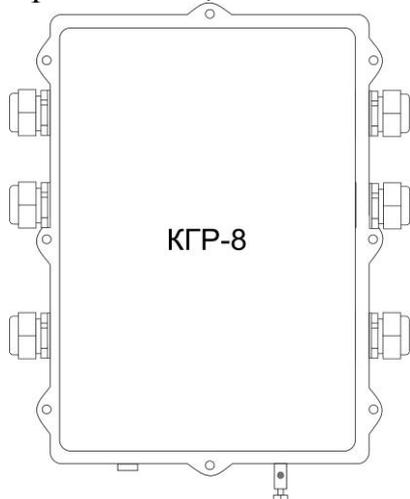
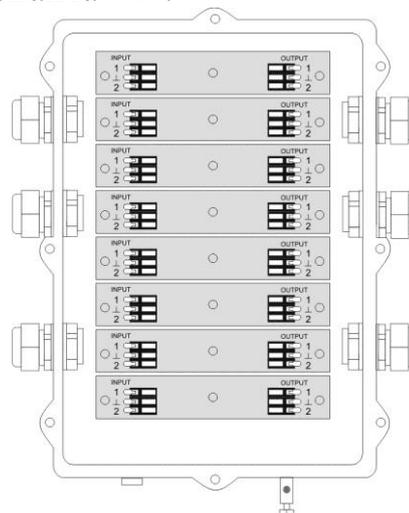

Рис. 1
Рис. 2
4.1. **КГР-8** выполнена в литом алюминиевом «А» (или пластиковом «П») заземляемом корпусе со степенью защиты IP65 (рис.1.). Съемная крышка с уплотнением закрепляется к корпусу четырьмя невыпадающими винтами. С нижней стороны корпуса имеется клемма для подключения защитного заземления. На каждой боковой стороне корпуса установлены от одного до трех гермовводов (см. п. 3.2) для транслируемых кабелей и кабелей ответвлений.
4.2. Конструкция **КГР-8** (Рис. 1) включает 8 сменных модуля грозозащиты (ГР-2), которые крепятся в корпусе двумя винтами каждый (Рис. 2). На модулях ГР-2 установлены элементы грозозащиты и пружинные зажимы для подключения проводов.